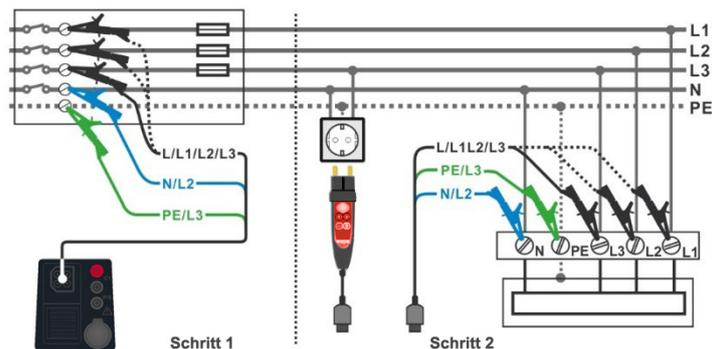

Abbildung 7.73: AUTO TT-Messung
- › Schließen Sie die 3-Leiter-Prüflitung oder den Commander Prüfstecker am Prüfobjekt an, siehe **Abbildung 7.73**.